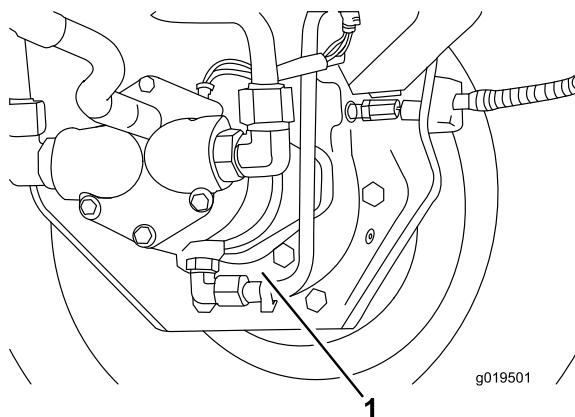

Figura 68
3. Mettete una bacinella sotto la scatola del freno, togliete il tappo di spurgo e lasciate defluire l'olio (Figura 68).